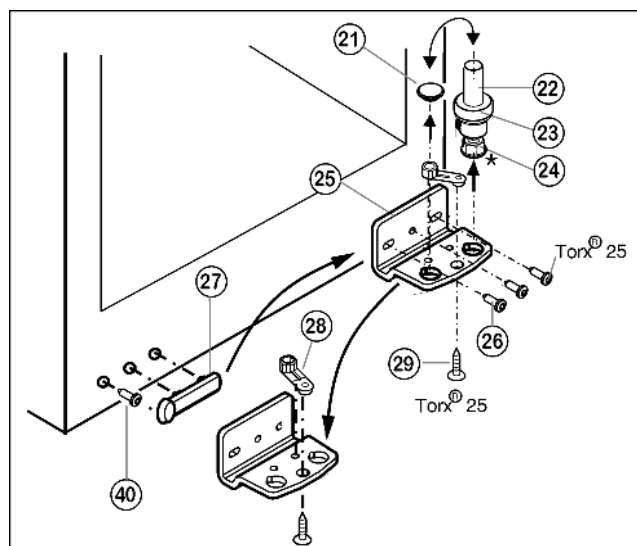

Fig. 5
- ▶ Extrageți în sus boltul lagărului Fig. 5 (22) integral, împreună cu șaiba Fig. 5 (23) și piciorul reglabil\* Fig. 5 (24).
- ▶ Scoateți dopul Fig. 5 (21).
- ▶ Deșurubați Fig. 5 (26) suportul de lagăr Fig. 5 (25).
- ▶ Deșurubați Fig. 5 (29) piesa suport Fig. 5 (28) și montați-o în gaura de fixare opusă a suportului lagărului, iar apoi înșurubați-o strâns.
- ▶ Scoateți cu atenție capacul de pe latura mânerului Fig. 5 (27), deșurubați șurubul Fig. 5 (40) și mutați-le pe partea opusă.
- ▶ Înșurubați **strâns (cu 4 Nm)** suportul lagărului Fig. 5 (25) pe noua latură a balamalei, folosind o șurubelniță cu acumulator dacă este cazul.
- ▶ Fixați dopul Fig. 5 (21) în cealaltă gaură.
- ▶ Reinstalați boltul lagărului Fig. 5 (22) integral, împreună cu șaiba și piciorul reglabil\*. Aveți grijă aici ca respectiva camă de cuplare să fie îndreptată către înapoi.
- ▶ Așezați ușa, de sus, pe boltul lagărului inferior Fig. 5 (22).
- ▶ Aliniați eventual ușa cu carcasa aparatului prin intermediul celor două găuri alungite din suportul de lagăr inferior Fig. 5 (25). Deșurubați în acest scop șurubul mijlociu.